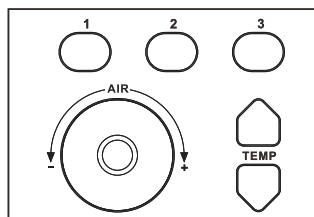

图 1-8
1. 取快捷温度：正常工作时，按一下“1或2或3”键（如图1-8），可快速提取存储于“1或2或3”通道中的设置温度和风量的设定值。